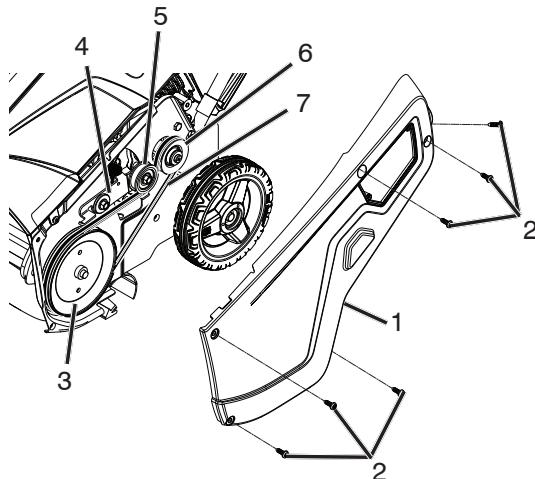

Figure 34
1. Retirer le couvercle du côté d' entraînement en déposant les six vis de la façon indiquée à la (Figure 34).